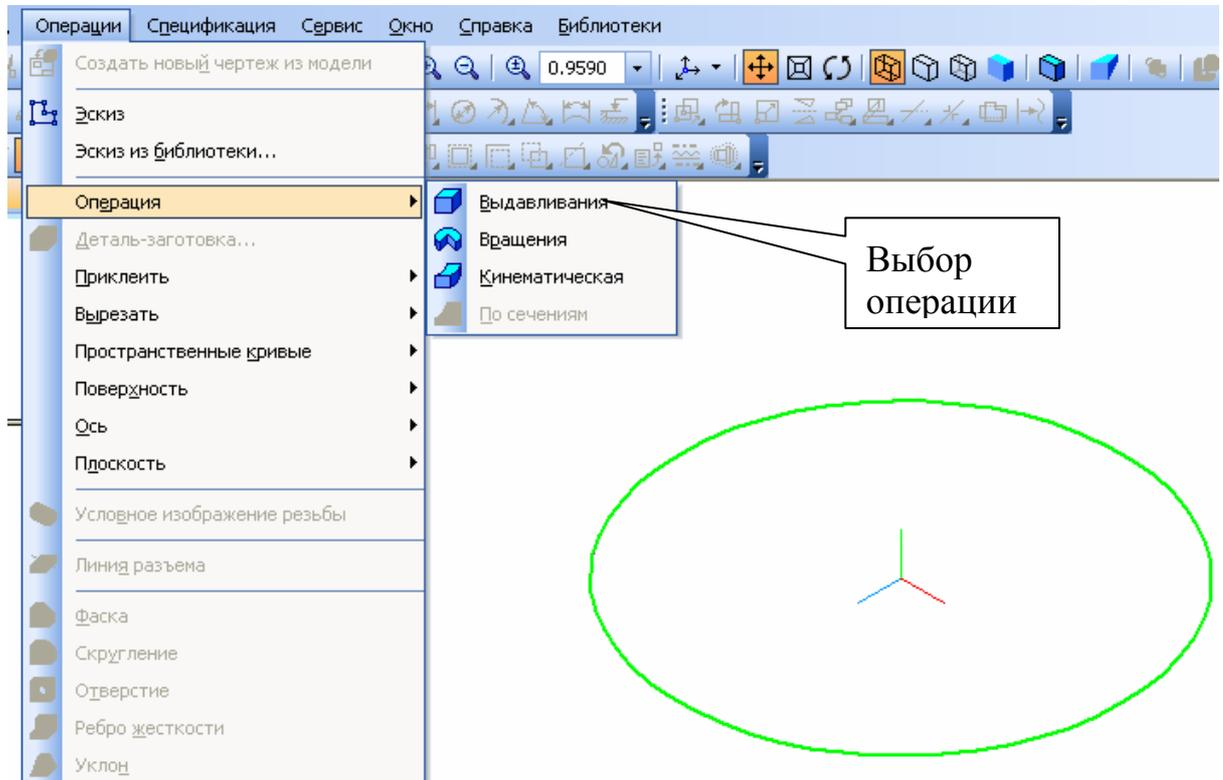

Рисунок 37
1. Создаем новый эскиз в плоскости XZ . Вычерчиваем окружность радиусом 50 мм. Для построения модели выбираем операцию **Выдавливание**, устанавливаем необходимые параметры. (Рисунок 37.)